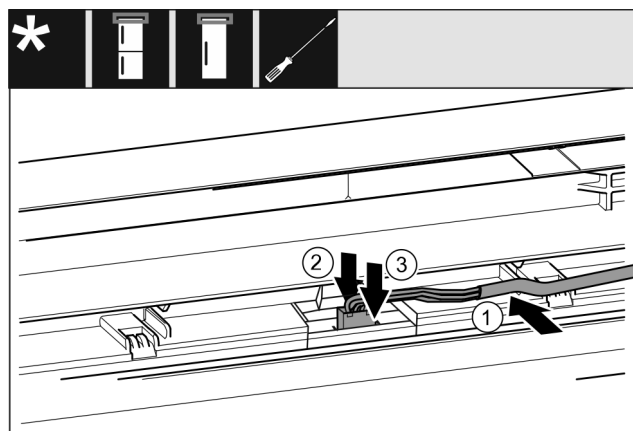

Fig. 40 Hladnjaci-zamrzivači / zamrzivači / hladnjaci
- ▶ Umetnite kabel Fig. 40 (1) u vodilicu u gornja vrata.
- ▶ Pritisnite jezičac Fig. 40 (2) prema natrag.
- ▶ Pustite da se utikač Fig. 40 (3) uglavi.